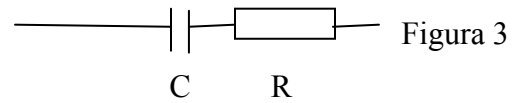
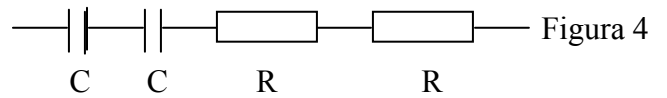

Figura 3
Figura 4
7. A constante de tempo no circuito mostrado na Figura 3 é 4s. Por isso a constante de tempo no circuito mostrado na figura 4 é: